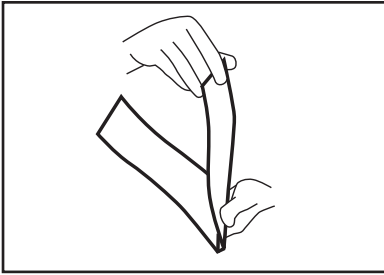

ABBILDUNG 14
- Nun falten Sie Ihren Umschlag gemäß dieser Rillungen (siehe Abbildung 14)